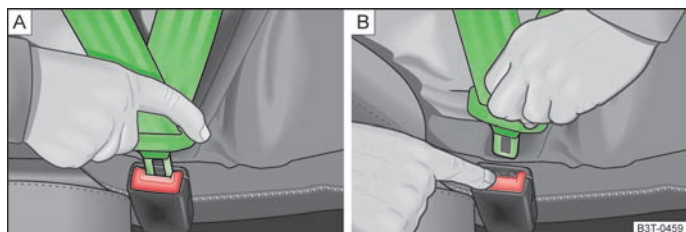

Fig. 93 Colocar y quitar el cinturón de seguridad
- Introducir la lengüeta en el cierre correspondiente al asiento » fig. 93 - [A] hasta que se oiga como encaja.
- Pulsar la tecla roja en el cierre del cinturón » fig. 93 - [B], la lengüeta del cinturón saldrá disparada.